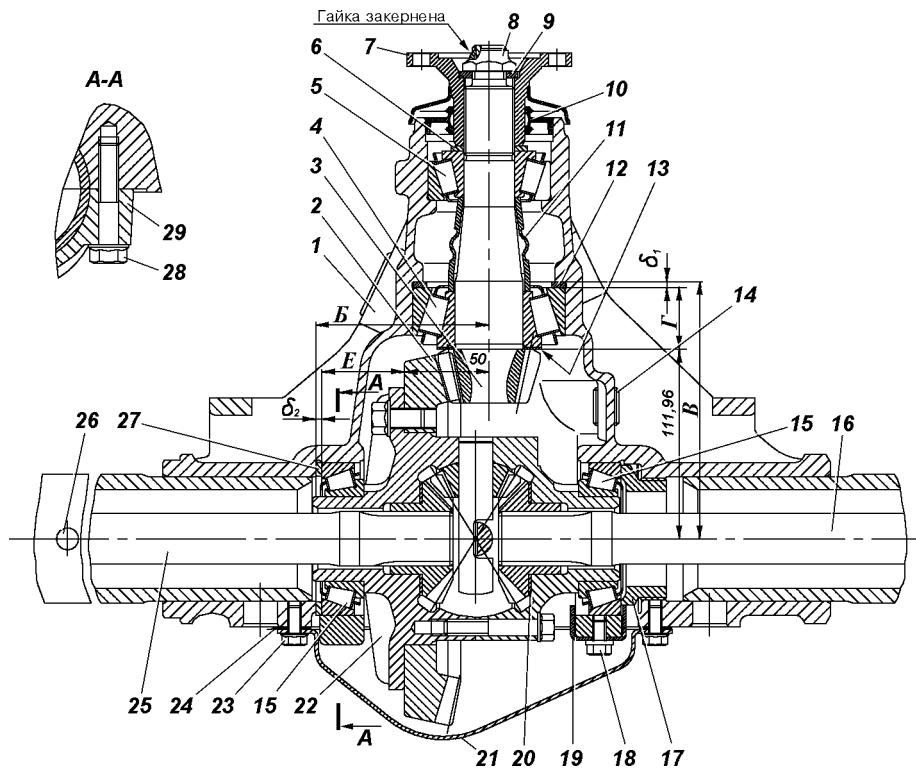
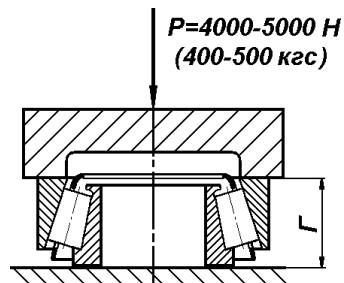
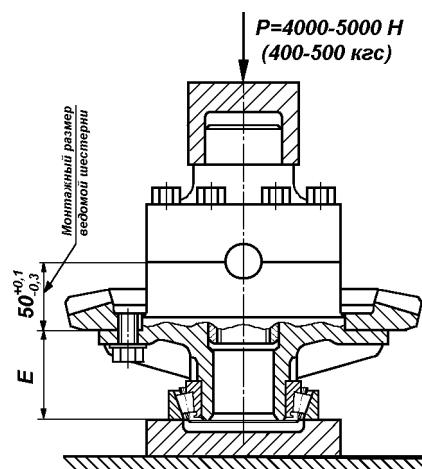

Рис. 9.1. Мост задний:
Рис. 9.8. Замер монтажной высоты подшипника ведущей шестерни главной передачи
Рис. 9.9. Замер установочного размера дифференциала с подшипником
ЗАДНИЙ МОСТ (рис. 9.1)
Для устранения осевого зазора ведущей шестерни необходимо подтянуть гайку 8 (см. рис. 9.1). При этом имейте в виду, что гайка имеет кернение в паз резьбовой части ведущей шестерни и при подтяжке потребуется большее усилие на ключе. Подтяжку гайки производите осторожно до устранения осевого зазора ведущей шестерни, недопуская ее перетяжки, после чего закерните гайку. Если закерненную гайку подтянуть не удается, то ее следует сначала отпустить на 0,5 - 1,0 оборота, а затем затянуть до устранения осевого зазора и закернить.
2. Отверните болты крепления полуосей и с их же помощью снимите полуоси 16 и 25 (см. рис. 9.1).
Фланец ведущей шестерни. Торец фланца, сопряженный с кольцом 6 (см. рис. 9.1), должен быть гладким. При
- Подберите регулировочное кольцо 12 (см. рис. 9.1) толщина которого определяется по действительным размерам В и Г, и должна быть равна $\delta_1 = (B - (111,960 + Г))$ мм с точностью $\pm 0,025$ мм. (Размер Г измеряется так, как показано на рис. 9.8.) Установите его в картер 1 (см. рис. 9.1) главной передачи.
При установке новой ведомой шестерни 2 и нового подшипника 15, установленного со стороны ведомой шестерни и упирающегося в регулировочное кольцо 27, измерьте размер Е (рис. 9.9), приложив осевое усилие $P=4000-5000$ Н (400-500 кгс) и прикатав подшипник, чтобы ролики заняли правильное положение. В картере измерьте размер Б (см. рис. 9.1) от оси ведущей шестерни до упорного торца подшипника дифференциала. По действительным размерам Б, Е и монтажного размера 50 мм ведомой шестерни подберите кольцо толщиной $\delta_2 = (B - (E + 50 \pm x))$ мм с точностью $\pm 0,025$ мм, где x - величина фактического отклонения от монтажного размера 50 мм с соответствующим знаком (плюс или минус), которая нанесена электрографом на торце ведомой шестерни.
Если требуется заменить только подшипник дифференциала, установленного со стороны ведомой шестерни, то следует измерить монтажную высоту подшипника, как указано на рис. 9.8. Если измеренная высота нового подшипника больше или меньше высоты старого подшипника на какую-то величину, то, чтобы не нарушать положение ведомой шестерни, новое регулировочное кольцо 27 (см. рис. 9.1) должно быть
3. Установите крышки 29 (см. рис. 9.1) подшипников дифференциала и закрепите их болтами 28, момент не более 5,0 Н · м (0,5 кгс · м).